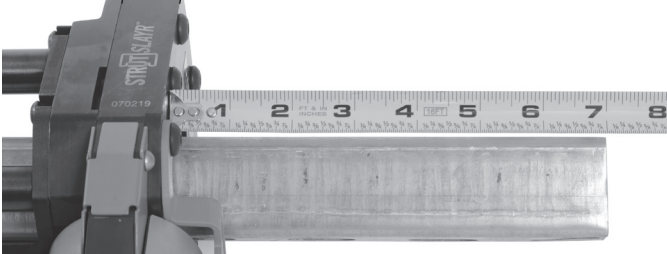

Figure 6B– Mesure de la longueur du chemin de câble
- b. En ajoutant 1" (25 mm) à partir de la face du bâti de la cisaille (Figure 6B).